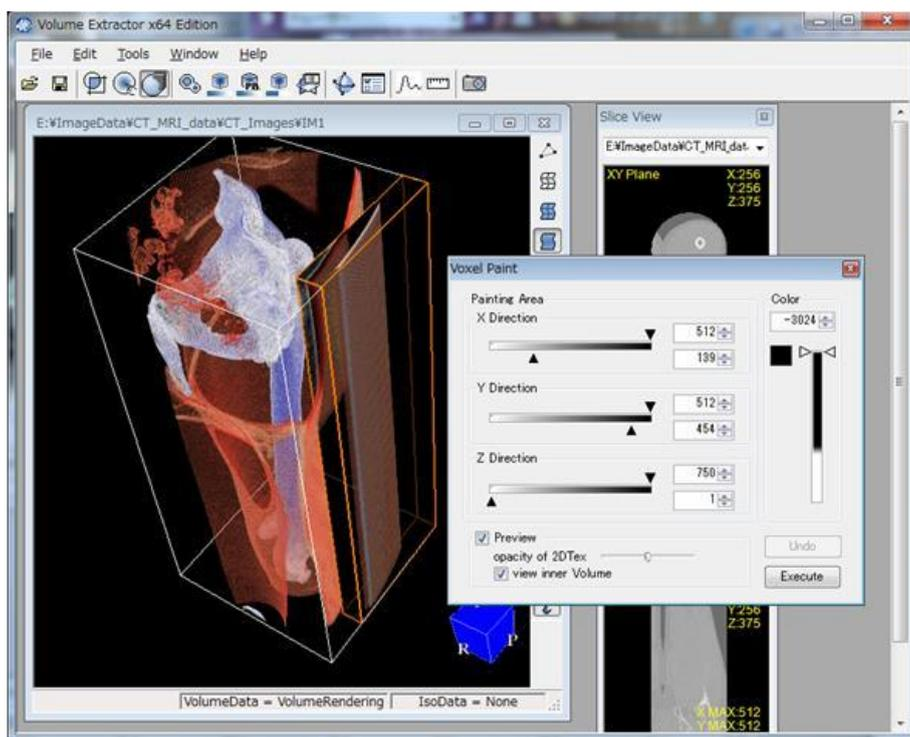

図 A-2 領域を枠で囲む
4. スライダーを操作し，不要な領域を枠で囲みます(図 A-2)